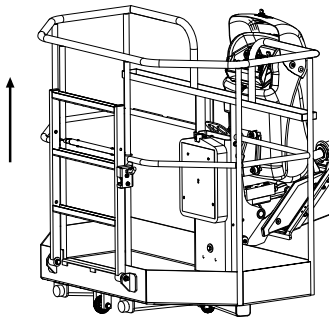

Abb. 87
7. Mit zwei Personen den Arbeitskorb leicht anheben bis der Arbeitskorb gekippt werden kann (Abb.87).